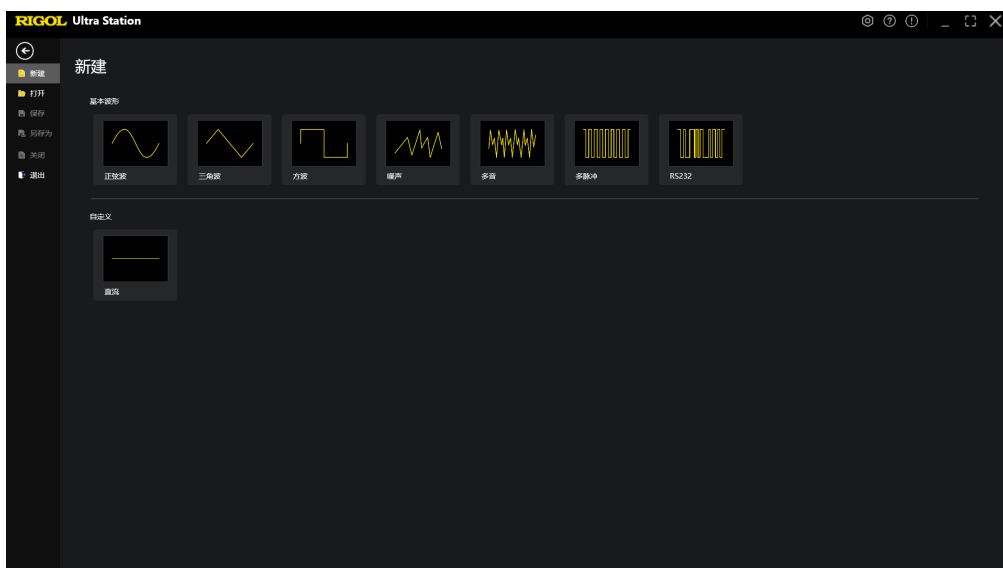

图 2.1 文件管理主界面
1. 在文件主界面 图 2.1，点击**打开**，显示打开文件界面。
1. 如果需要将当前编辑的波形文件保存为不同的格式或位置，可以在文件主界面 图 2.1 点击 **另存为**，显示另存界面。